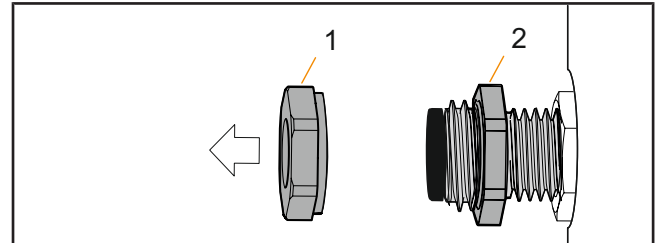

Abb. 4: Überwurfmutter lösen
1. Lösen Sie die Überwurfmutter (1). Achten Sie darauf, dass sich die Stellhülse (2) dabei nicht verdreht, indem Sie mit einem Schraubenschlüssel gehalten (Abb. 4).